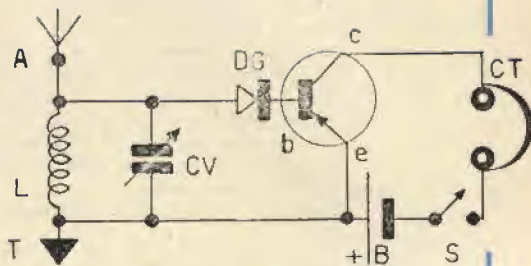

FIG. 1
*Il montaggio N. 1 è il più classico e risaputo circuito: il montaggio a diodo-transistore (schema a Fig. 1).*
Vediamo subito lo schema elettrico a fig. 1.